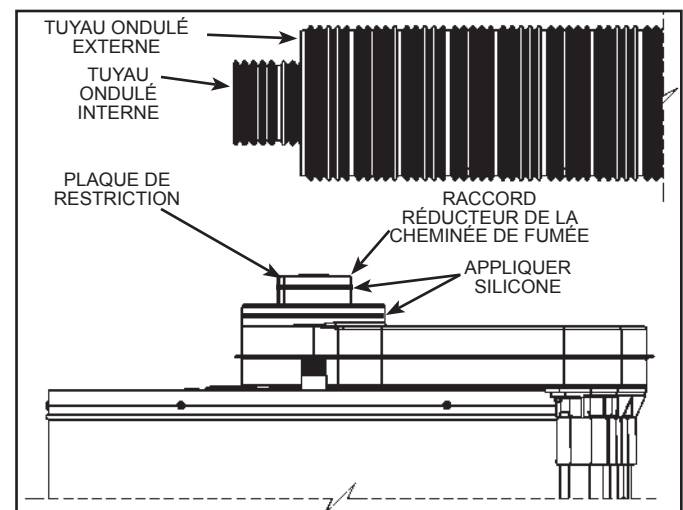

Figure 22
1. Tirez le tuyau ondulé flexible intérieur vers le chauffe-eau en prévoyant une longueur supplémentaire pour la courbure vers le chauffe-eau (voir Figure 22).